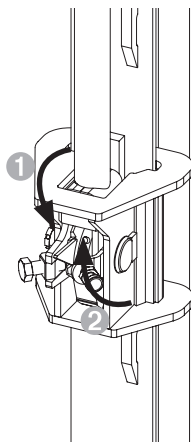

Fig. C6.11
1. Impostare le unità di commutazione in tutte le teste di ripresa su "Sollevamento della piattaforma" (Fig. C6.11)